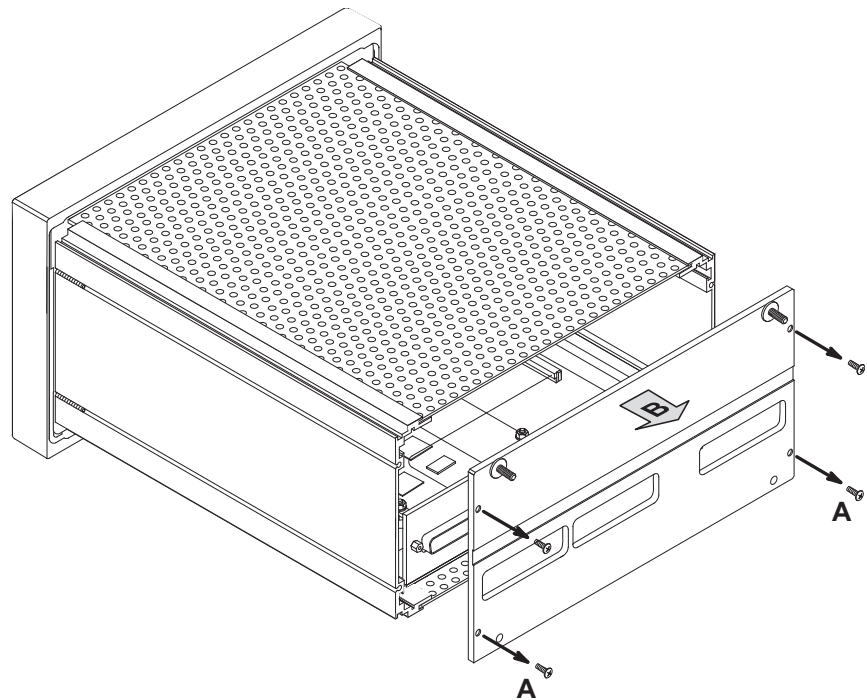

Bild 4-23: Entfernen des Rückwandbleches
4. Entfernen Sie nach dem Lösen der vier Befestigungsschrauben (Bild 4-23, A) auf der Geräterückseite das Rückwandblech (Bild 4-23, B).